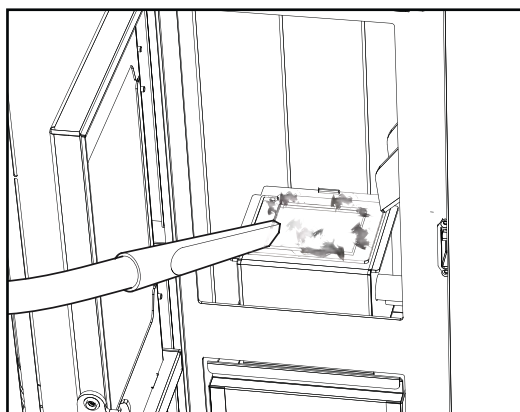

Fig. 8.2.3
- 4) incliner la partie inférieure du panneau en fonte vers la porte et le sortir complètement (Fig. 8.2.3 et 8.2.4).
- 4) inclinar la parte inferior de la pieza de hierro fundido hacia la puerta y sacarla completamente. (Figs. 8.2.3 y 8.2.4)